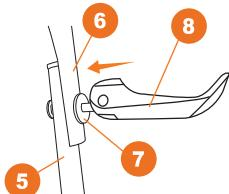

Рис. 4
- Соедините нижнюю часть 5 и среднюю части рукоятки 6 с помощью крепежных клипс, болтов и шайб 7 8 (рис. 4).